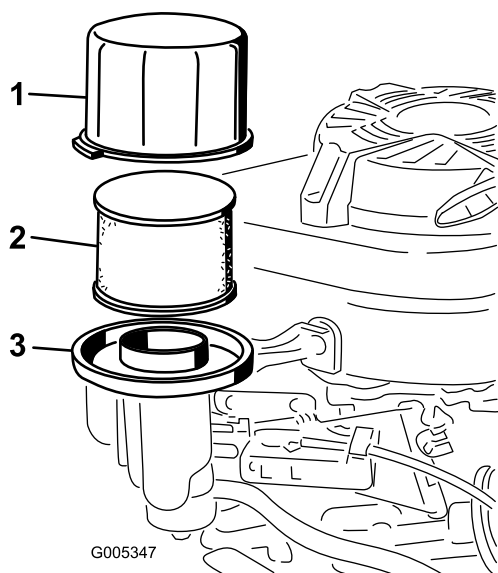

Figura 22
3. Retire la tapa y límpiela a fondo (Figura 22).
4. Retire e inspeccione el filtro de aire de papel (Figura 22), y deséchelo si está excesivamente sucio.
5. Retire el pre-limpiador de gomaespuma y lávelo con un detergente suave y agua, luego séquelo apretando suavemente con un paño (Figura 22).